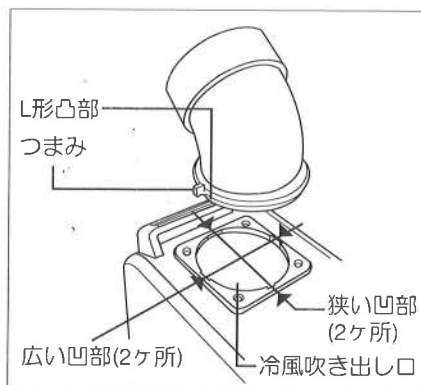
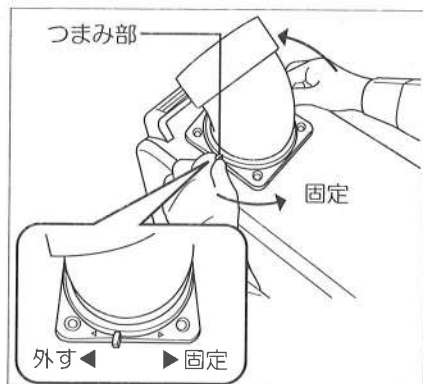

図1
図2
- ①本体上部の、冷風吹き出し口凹部4カ所(広い×2狭い×2)にダクト継手の凸部(4カ所)を合わせて差し込んでください。(図1参照)
- ②ダクト継手つまみ部下のL形凸部(2カ所)を、冷風吹き出し口の幅の広い凹部(2カ所)に合わせてください。
- ③ダクト継手の両側のつまみ部を持ち、固定矢印側に回してください。(図2参照)
- ④冷風吹き出し口凹部と、ダクト継手凸部の噛み合わせはきつくしてあります。